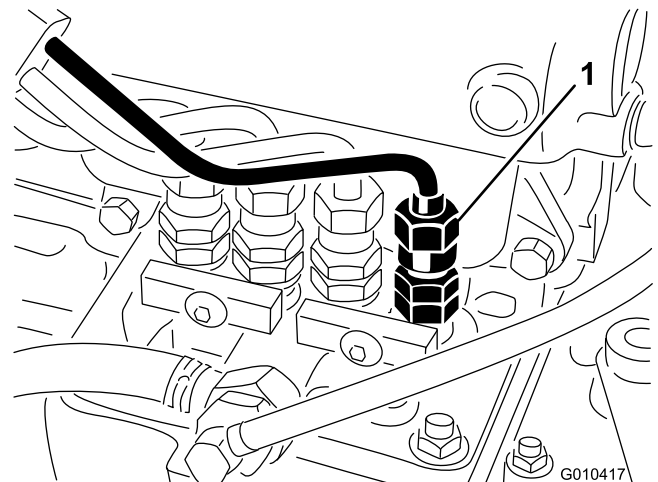

Figura 35
1. Liberte a tubagem que se encontra ligada ao injector n 1 e à estrutura de suporte da bomba de injeção (Figura 35).